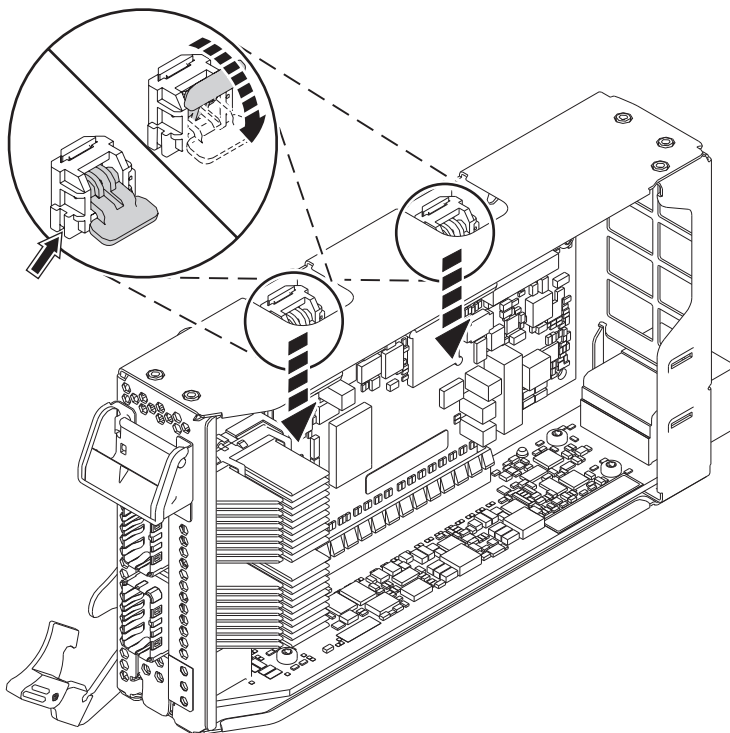

Figura 19. Bloqueo de las ruedas de la casete
- d. Gire las ruedas de la casete que se hallan en el borde superior de la casete para que el adaptador quede bloqueado en su posición. Vea la Figura 19.